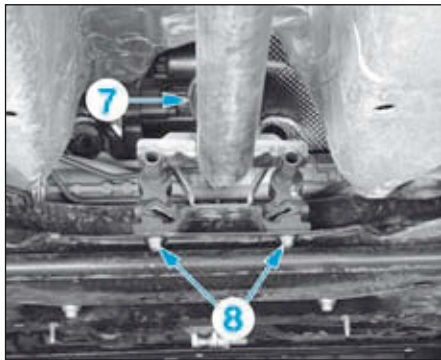
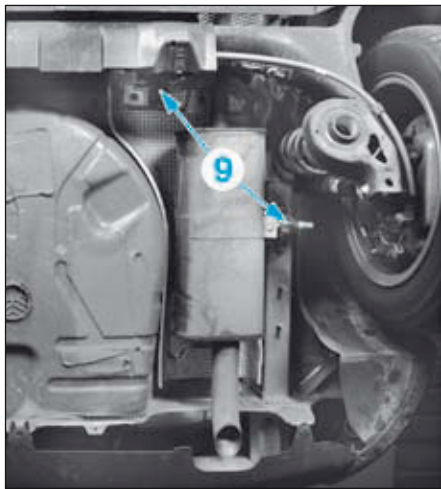

FIG.10
FIG.11
- le collier d'échappement (7) (Fig.10),
- les écrous (8) du support d'échappement avant,
- les fixations (9) du silencieux d'échappement (Fig.11),